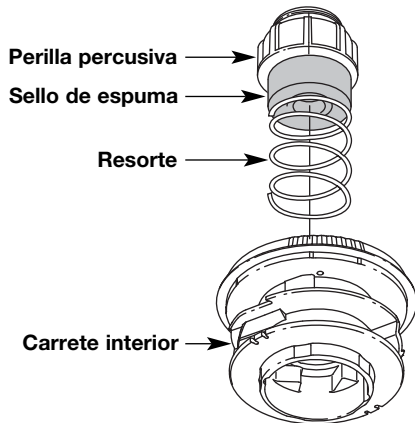

Fig. 19
2. Saque la botón de tope, el resorte y el sello de espuma (Fig. 19).
7. Coloque la botón de tope, el resorte y el sello de espuma en la bobina exterior (Fig. 19).